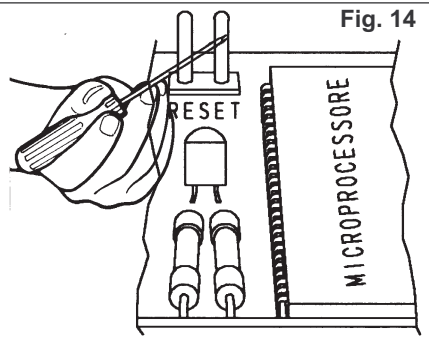

Fig. 14
- 3- premere il pulsante PS1 e, tenendolo premuto, imporre un reset cortocircuitando momentaneamente il connettore RESET (Fig. 14).
- 3- press and hold pushbutton PS1 and reset by briefly shorting the connector RESET (Fig. 14).
- 3- appuyer sur le bouton PS1 et, sans le relâcher, imposer une R.A.Z. en court-circuitant momentanément le connecteur RESET (Fig. 14).
- 3- Drücken sie die Taste PS1, halten Sie diese gedrückt und schließen Sie den Kontakt RESET für einen Moment, um ein Zurücksetzen vorzunehmen (Abb. 14).
- 3 - presionar el pulsador PS1 y, teniéndolo presionado, regular de nuevo cortocircuitando momentaneamente el conector RESET (Fig. 14).
6. Libertar o botão, colocar em OFF JMP1 (Fig. 14/EC) e recolocar os DIP SWITCH da placa electrónica no posição anterior.